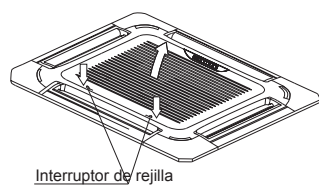

Fig. 5-9
- Deslice los dos interruptores de red hacia el centro al mismo tiempo y luego tire de ellos hacia arriba. (Véase la fig. 5-9)